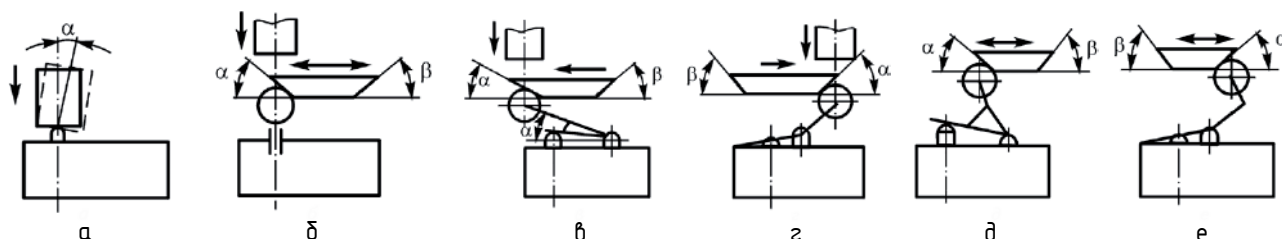

Рис. 10. Управляющие упоры:
Нормальная работа микровыключателя обеспечивается управляющими упорами (рис. 10), к которым предъявляются следующие требования:
- микровыключатели типов МП1101Л, МП1102Л, МП1104Л, МП1110Л, МП11202Л, МП1204Л, МП1302Л, МП1304Л с приводом в виде толкателя или толкателя с увеличенным дополнительным ходом предназначены для работы с толкающими упорами (рис. 10, а). Упор двигается в направлении оси толкателя в пределах допустимых ходов (табл. 4), причем рабочая плоскость упора перпендикулярна его движению, а чистота ее обработки не менее $Rz=20$, острые кромки недопустимы, радиусы скруглений не менее 1мм.
- микровыключатели типов МП1105Л, МП1203Л, МП1206Л, МП1303Л, МП1305Л, с приводом в виде толкателя с роликом или шариком предназначены для работы с проходным реверсивным упором, но могут работать и с проходным нереверсивным, непроходным реверсивным и толкающим упорами (рис. 10, б), при этом угол набегания упора и сбегания β не более 40° при скорости упора до 0,25 м/с и не более 20° при скорости более 0,25 м/с;
- микровыключатели с приводом в виде рычага с роликом (рис.10, в), типов МП1106Л, МП1206Л, МП1306Л и инверсным (рис. 10, г) типа МП1107Л предназначены для работы с проходным нереверсивным упором, но могут работать и с непроходным реверсивным и толкающим упорами. Для микровыключателей с приводом рычаг с роликом угол набегания упора α равен углу установки рычага γ (30-80°). Для микровыключателей с инверсным приводом в виде рычага с роликом угол набегания α не более 40°.
Микровыключатели с селективным приводом (рис.10, д) типов МП1208Л, МП1308Л и инверсным (рис. 10, е) типа МП1109Л предназначены для работы с проходным реверсивным упором, но могут работать с проходным нереверсивным и с непроходным реверсивным упорами, при этом угол набегания упора не более 40°, а угол сбегания β не более 70°.